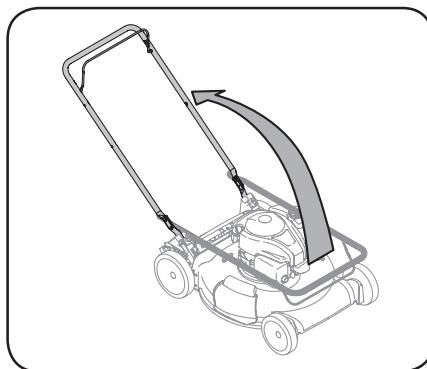

Figura 2-2
3. Mientras estabiliza la cortadora para que no se mueva, gire la manija superior hacia arriba como se muestra en la Figura 2-2. No prense los cables mientras levanta la manija.